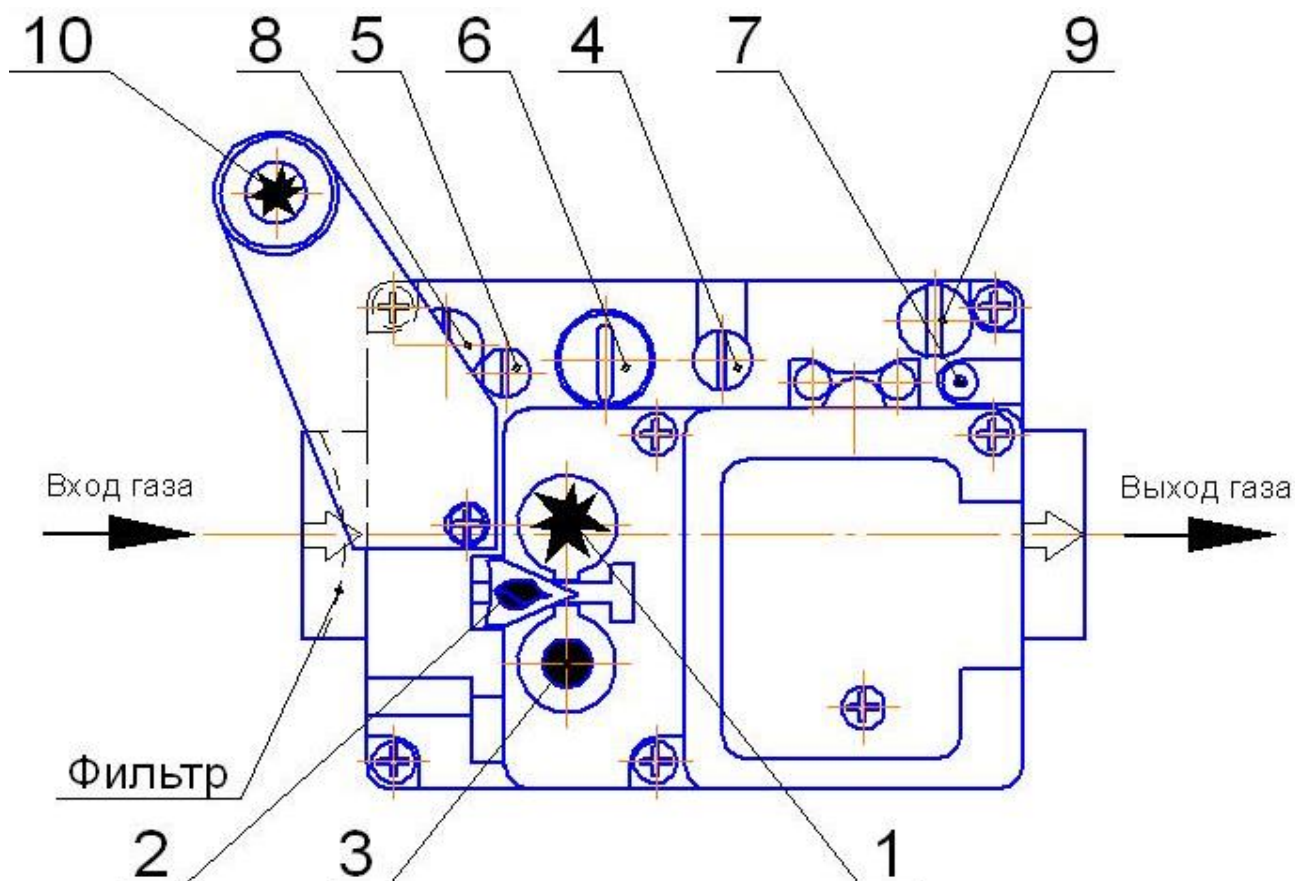

Рис.5 Элементы управления газовым клапаном. Вид сверху.
6.3.5 Нажмите кнопку «*» (п.1 рис.5) и удерживайте её полностью нажатой – проход газа к запальной (пилотной) горелке открывается. Не отпуская кнопку «*», нажмите кнопку пьезовоспламенителя 10 до щелчка. Контролируйте розжиг запальной горелки через смотровое отверстие щитка.
6.3.8 Для включения основной газовой горелки нажмите поперечную кнопку «» (поз. 2, рис. 5).
6.7 Для полного выключения котла нажмите кнопку «●» (поз.3 рис.5) полностью. Отпустите кнопку. При этом кнопки «●» и «*» фиксируются в нижнем положении. Когда ток, вырабатываемый термодарой, перестанет быть достаточным для удержания магнитного блока притянутым, кнопки «●» и «*» освобождаются, и переходят в верхнее положение. Теперь имеется возможность выполнить повторный розжиг. Если в этом нет необходимости, выключите тумблер «СЕТЬ» и закройте газовый кран перед котлом.